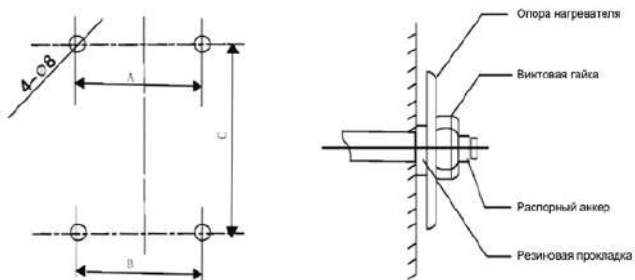

Рис.5
- а) Произведите разметку отверстий на стене как показано на рис. 5. Затем просверлите 4 отверстия $\varnothing 8$ мм. забейте в них по одному распорному анкеру $\varnothing 6$ мм (размеры следует подбирать в соответствии с таблицей монтажных размеров).